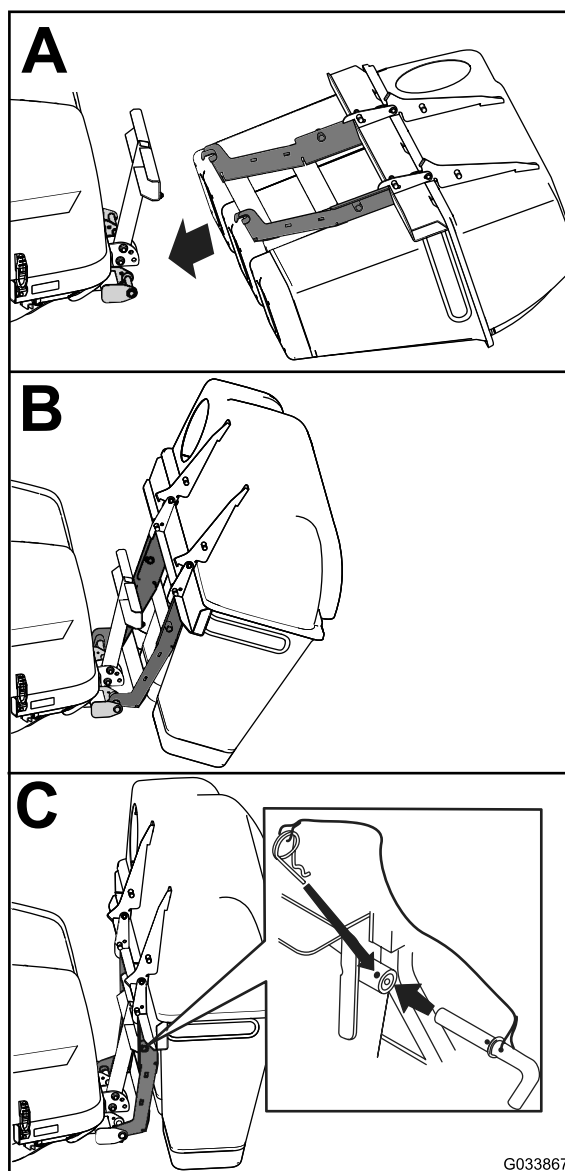

Figura 4
2. Deslize os ganchos para o suporte de montagem inferior (A de Figura 4).
3. Rode o conjunto do capot para o suporte de montagem da tremonha inferior (B de Figura 4).
4. Alinhe o orifício na tremonha com o suporte de montagem superior (C de Figura 4).
5. Instale o pino e prenda-o com o contrapino em ambos os lados (C de Figura 4).